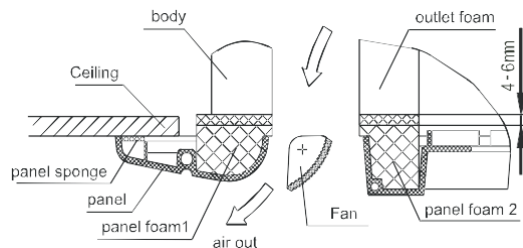

Fig. 1-11
- Ziehen Sie die Schrauben unter den Paneel-Haken weiter fest, bis die Dicke des Schaumstoffs zwischen dem Grundgerät und Paneel-Ende auf etwa 4-6mm verringert ist. Der Rand des Paneels soll die Decke gut berühren. (siehe Abb.1-11)